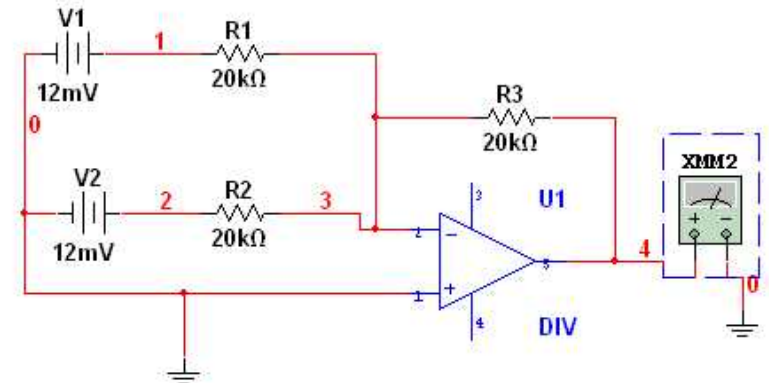

Рис. 41. Схема инвертирующего сумматора
16. Собрать схему неинвертирующего сумматора, изображенную на рис.41.